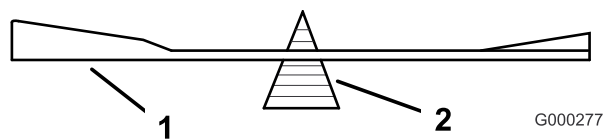
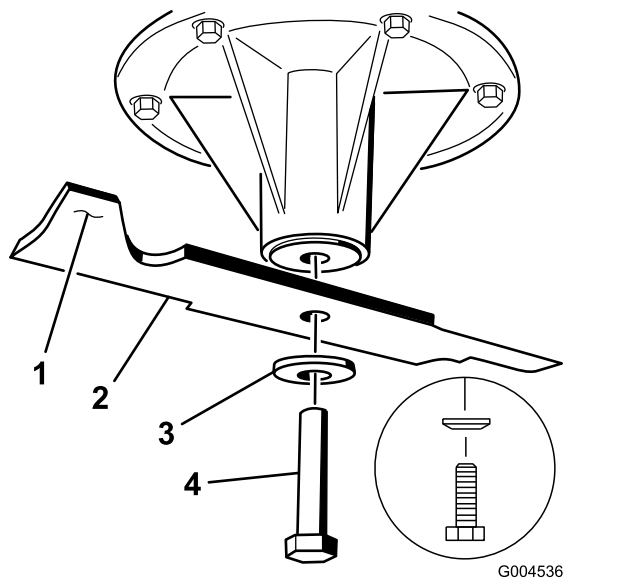

Figura 99
Figura 100
- Verifique el equilibrio de la cuchilla colocándola sobre un equilibrador de cuchillas (Figura 99). Si la cuchilla se mantiene horizontal, está equilibrada y puede utilizarse. Si la cuchilla no está equilibrada, rebaje algo el metal en la parte de la vela solamente con una lima (Figura 100).
- Instale la cuchilla en el eje (Figura 100).
- Instale la arandela elástica y el perno de la cuchilla. El cono de la arandela elástica debe estar orientado hacia la cabeza del perno (Figura 100). Apriete el perno de la cuchilla a 115-150 N·m.